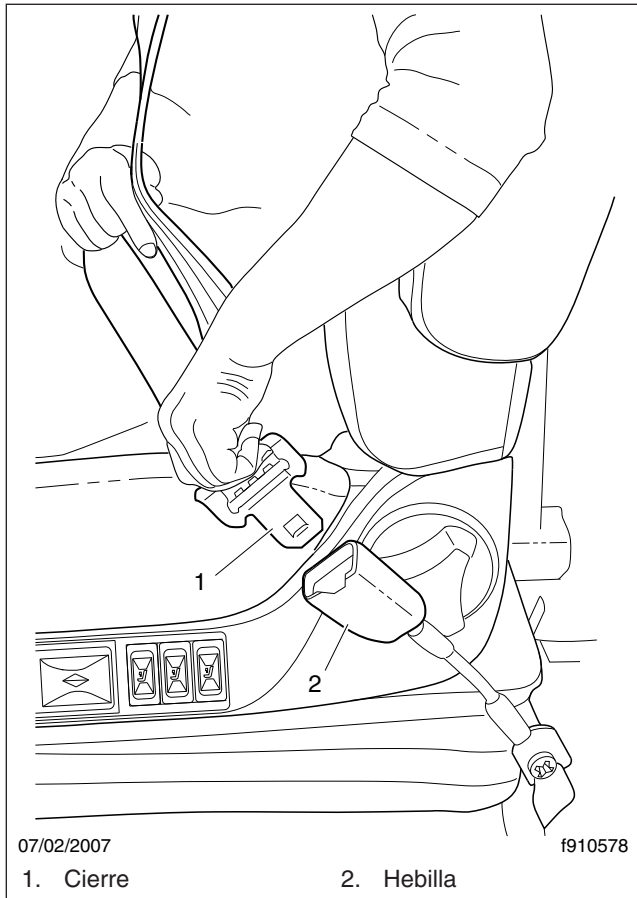

Figura 7.8, Operación del cinturón de seguridad de tres puntos
1. Tire lentamente del extremo de la lengüeta del cinturón de seguridad sacándolo del retractor y tire de él por encima del regazo (del exterior al interior) lo suficiente para engancharlo a la hebilla. Si el retractor se traba demasiado pronto, deje que el cinturón se contraiga ligeramente, luego tire lentamente de él otra vez. Vea la Figura 7.8.